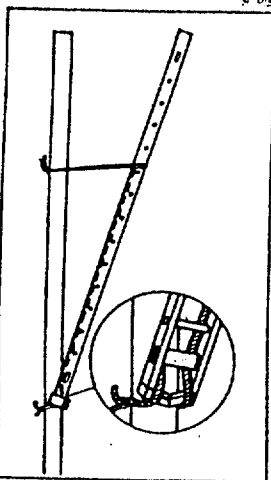

Fig. 4
• La fixer pour l'empêcher de glisser ou de basculer (fig. 4). Si la fixation est impossible, choisir une échelle extensible.